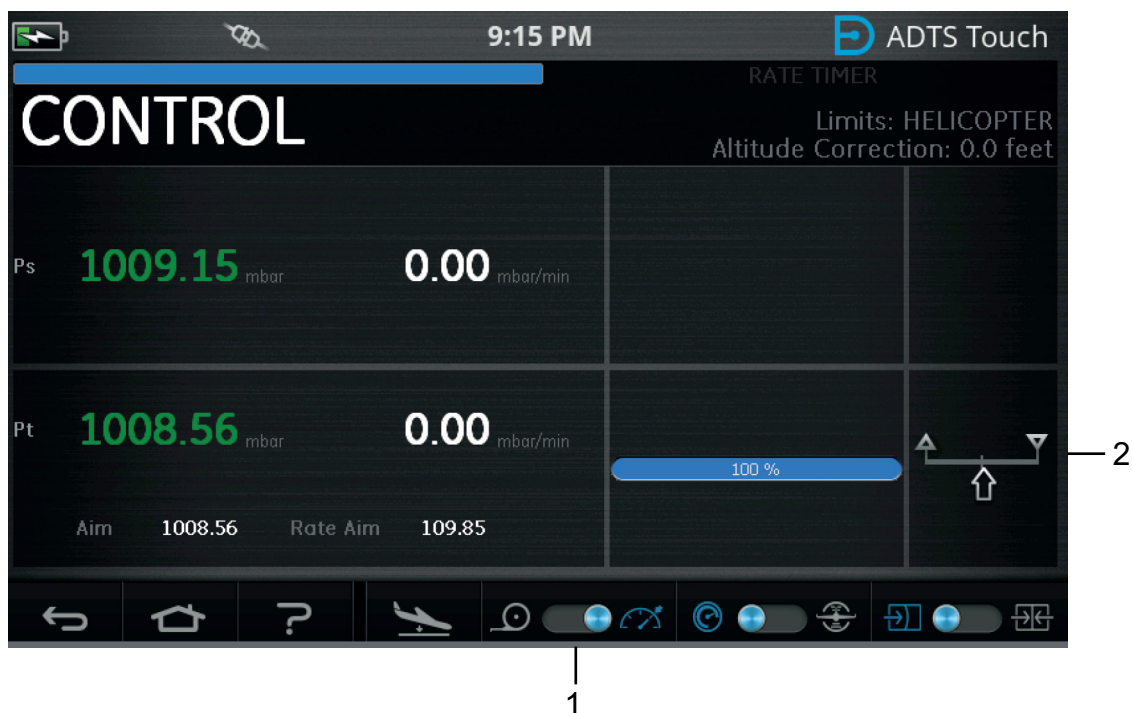

Figure 3-56 : Mode de contrôle uniquement en PT
Figure 3-56 montre que le canal Ps est en mode Mesure et le canal Pt en mode Contrôle, comme le montre l'indication (2).